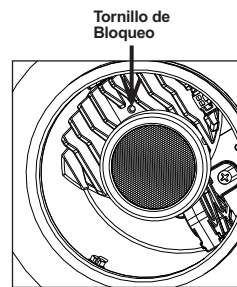

Figura 12
Paso 3. Use una llave Allen de 1/16" para bloquear el ajuste del accesorio si así se desea. (Figura 12).